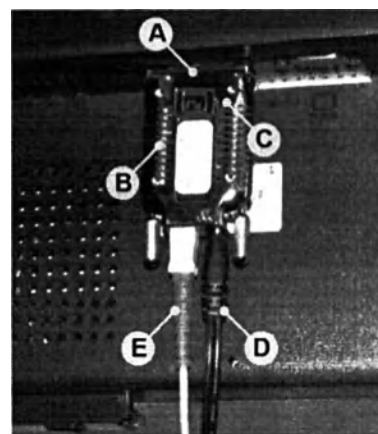

Рисунок 33. Конфигурирование видеоудлинителя COMPUTER
- Вставьте сетевой адаптер 5V постоянного тока в видеоудлинитель COMPUTER. (см. Рисунок. 33).